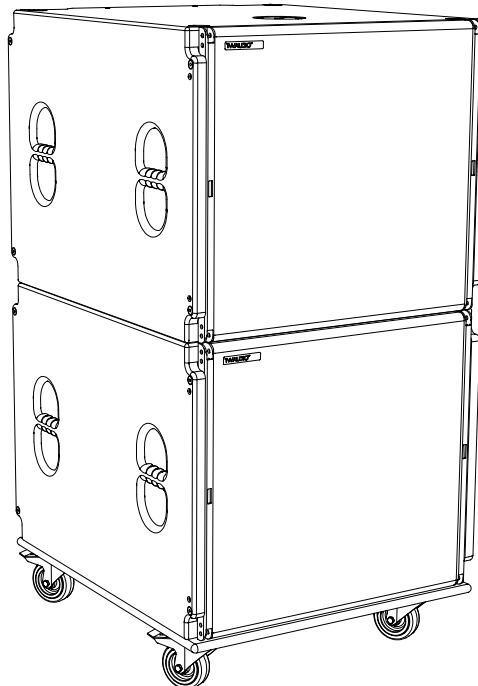

Abbildung 4.2.1 - Transportaufbau VERA S33 Lautsprecher
Befestigen Sie die beiden B21(F) Lautsprecher am QDB30 Transportdolly mittels Klettgurt/Zurrgurt und Cover2B21 Schutzhülle. (nicht abgebildet in Abbildung 4.2.1) Befestigen Sie die beiden VERA S33 Lautsprecher am QDB30 Transportdolly mittels Klettgurt/Zurrgurt und Cover2S33 Schutzhülle. (nicht abgebildet in Abbildung 4.2.1)